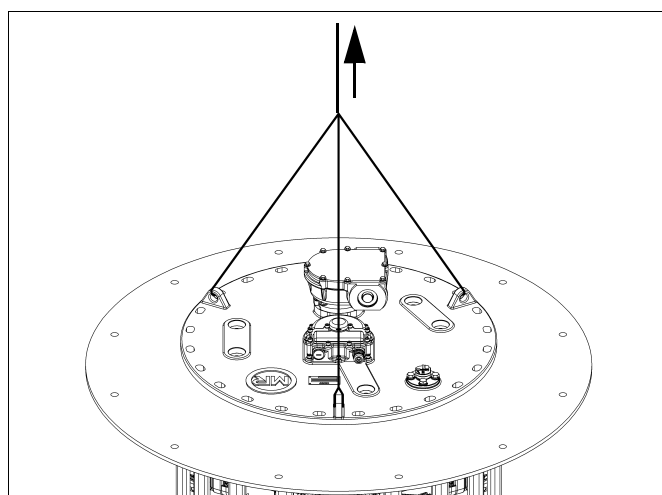

рис. 67 Снятие головки ПБВ
- 3) Снимите головку устройства ПБВ (рис. 67).